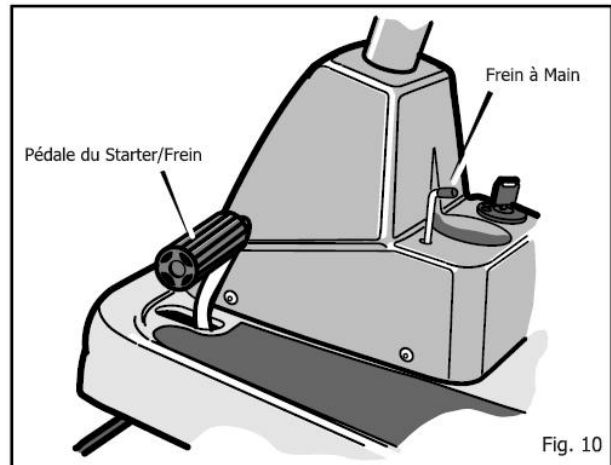

Fig. 10
2. Tirer sur le **levier du frein à main** (Figure 10).